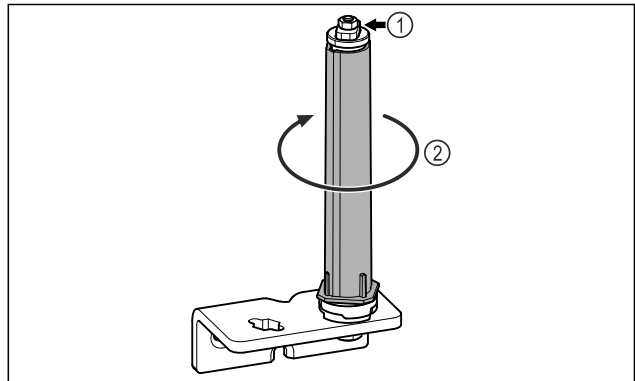

Fig. 29
- ▶ Ne szedje szét az ajtózáró rendszert Fig. 29 (1).
- ▶ Forgassa el a zárórendszert Fig. 29 (2), amíg az be nem kattann.